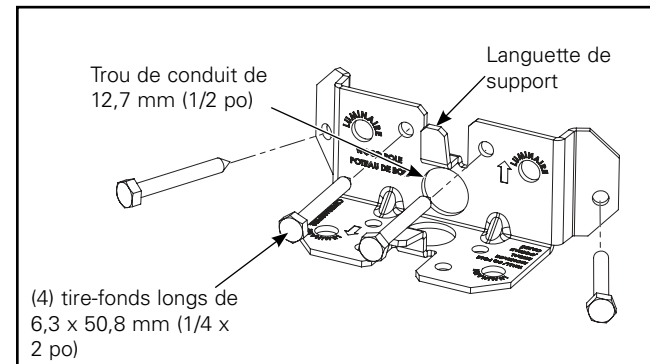
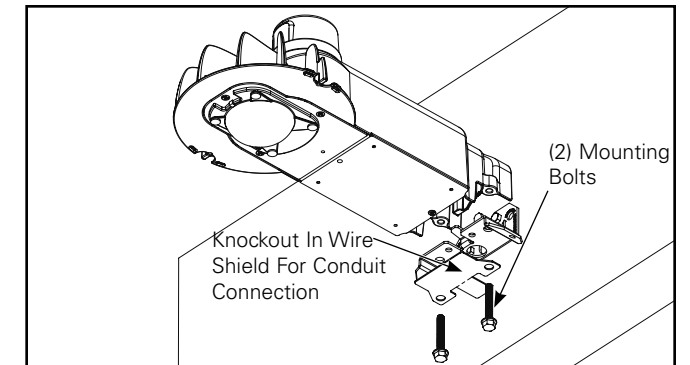

Figure 3.
Figure 4.
- **Montage sur poteau de bois :** Placez le support de fixation (montage sur poteau de bois) de façon à ce que la face soit contre le poteau. La flèche du support de fixation doit pointer vers le haut. (Figure 3.)
3. Utilisez la douille de 11,1 mm (7/16 po) pour insérer les quatre (4) tire-fonds (fournis) aux endroits indiqués. Serrez les boulons à un couple d'environ 8 à 11 Nm (6 à 8 pi-lb).
5. Avec la douille de 12,7 mm (1/2 po), installez la grille protectrice comme montré en utilisant les deux boulons de montage du luminaire au haut du support de fixation pour montage mural ou sur poteau et dans le luminaire. Si vous préférez effectuer le raccordement par le trou du conduit au bas du support de montage, retirez la languette poinçonnée de la grille protectrice. Serrez à un couple de 8 à 11 Nm (6 à 8 pi-lb). (Figures 4 et 5.)